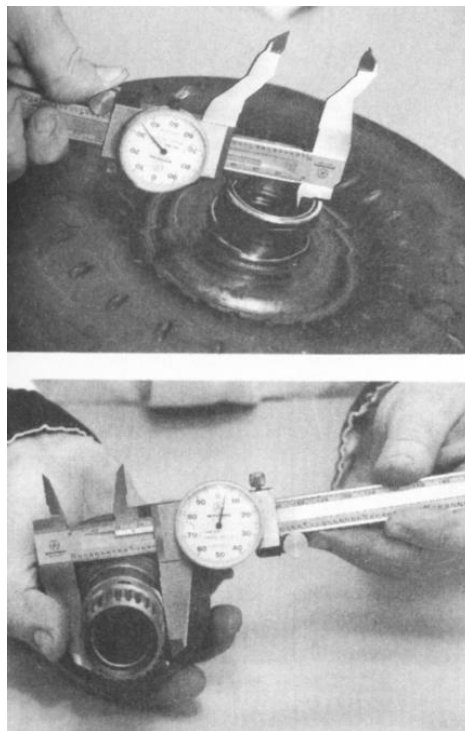

Fig. 4.12 Huelgo entre el buje y soporte de accionamiento
6. Para prevenir fugas delanteras repetitivas, es importante que el huelgo entre el buje y soporte de accionamiento no superen los 0.10mm. Esto puede determinarse midiendo el buje interno y el soporte de accionamiento externo. (Ver Fig. 4.12)